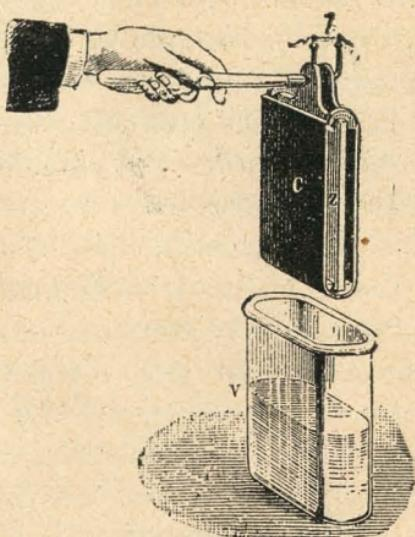

Fig. 202.—Un elemento de Wóllaston.
**7. Pila de Wóllaston.**—Un elemento de Wóllaston se compone de una lámina de cobre *C* (fig. 202) encurvada como lo enseña la figura, de manera que envuelve sin tocarla una lámina de zinc *Z*. El conjunto está sumergido en un vaso *V* que contiene agua acidulada.